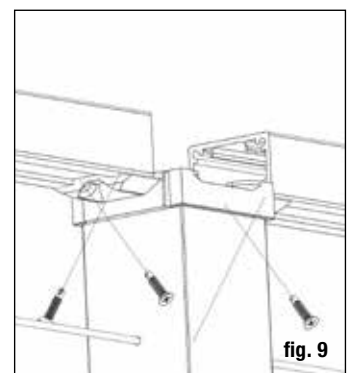

fig. 9
Paso 10 Coloque el riel entre los postes. Compruebe el nivel de extremo a extremo y verticalmente. Fije los soportes al poste en un extremo. Pretaladre el riel con una broca de 7/64 pulg. Repita para el otro extremo. *Consejo: Utilice una broca de extensión para evitar dañar el riel con el portabrocas.* Instale todos los rieles antes de instalar el cable. (fig. 9)